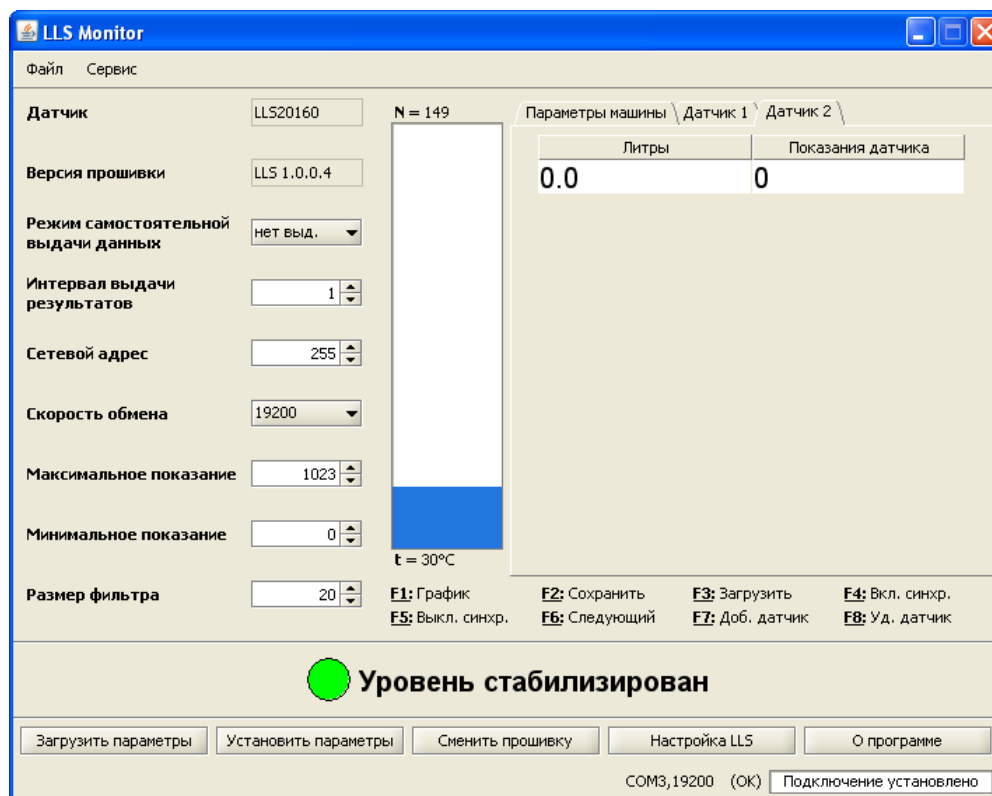

Рисунок 36
- 4) Добавить шаблон тарифовочной таблицы для второго изделия. Нажать кнопку «F7». Откроется окно (Рисунок 36), во вкладках «Датчик 1» и «Датчик 2» которого находятся шаблоны тарифовочных таблиц для двух изделий.
13) Открыть вкладку «Датчик 2» (Рисунок 36). В столбце «Литры», указать объем топлива соответствующий первой контрольной точке (Рисунок 35), в столбце «Показания датчика» отобразится показание изделия «Д2» соответствующее данному объему заправки.